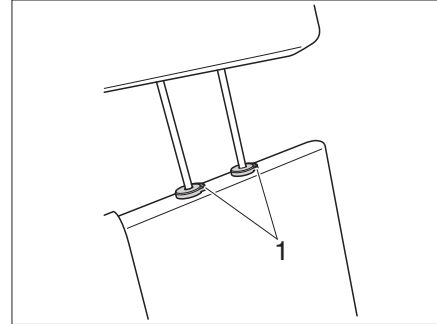

Bild 24 Kopfstütze Sitzbank (Variante 2)
*Variante 2* ■ Beide Sicherungstasten (Bild 24,1) drücken und Kopfstütze verstellen bzw. abnehmen.